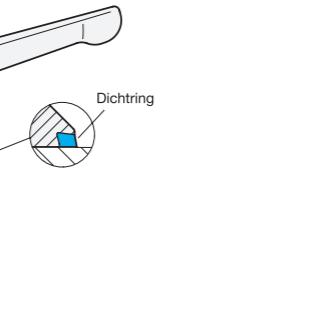

Abb. 1
- Die Gewindestange bzw. Bohrung des Klemmhebels ist in einen geschlossenen Einbaubau zu verarbeiten. (Abb. 1).